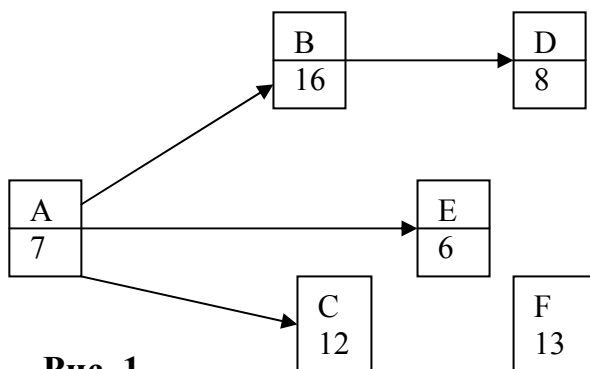

Рис. 1
3. На основі даних табл. 3 та сіткового графіка, наведеного на рис. 1, розрахувати для кожної тривалості проекту: прямі та загальні витрати на проєкт, якщо непрямі витрати при відповідній тривалості проєкту становлять: 700 грн (32 дні), 1500 грн (31 день), 1290 грн (30 днів), 1220 грн (29 днів), 1180 грн (28 днів), 1100 грн (27 днів).